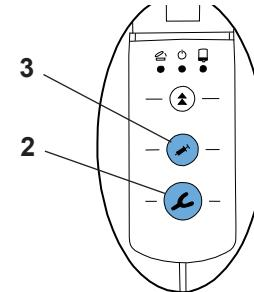

Fig. 8
- Se o operador presionar um dos botões de alimentação (painel de impressão (2, Fig. 8) ou dispensador (3, Fig. 8) sem selecionar um programa de mistura, o programa  será ativado automaticamente. O LED ao lado do botão  acende.
- ⇒ Pressionar e manter pressionado o botão de alimentação (2) ou (3):
- Moldeira (2), alta velocidade de impressão